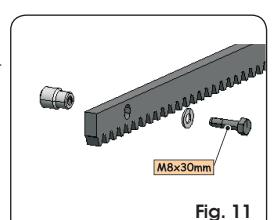

Fig. 11
5.4.1. CRÉMAILLÈRE À SOUDER EN ACIER (FIG. 11)